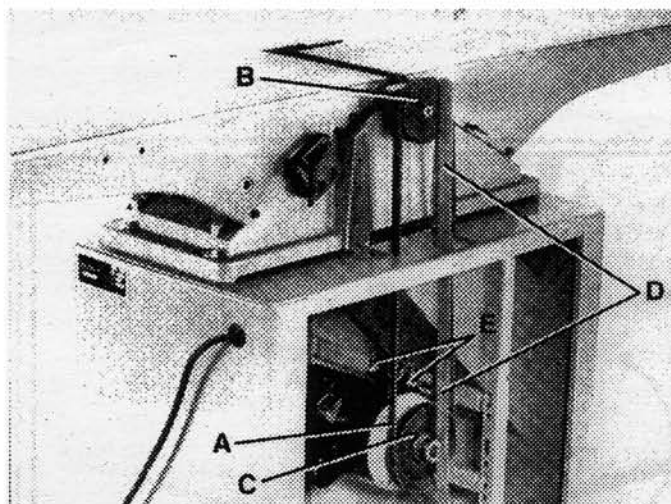

FIGURE 6
2. Assurez-vous que la poulie du moteur (C) Fig. 6, est alignée avec la poulie de la tête de coupe (B) en plaçant un équerre (D) contre les deux poulies.
3. Si nécessaire, la poulie du moteur (C) Fig. 6, peut être déplacée sur la tige du moteur pour effectuer l'alignement, ou changez la position du moteur en desserrant les quatre boulons de fixation, deux des boulons sont illustré (E) Fig. 6. Serrez soit la vis sans tête ou les quatre boulons de fixation du moteur.